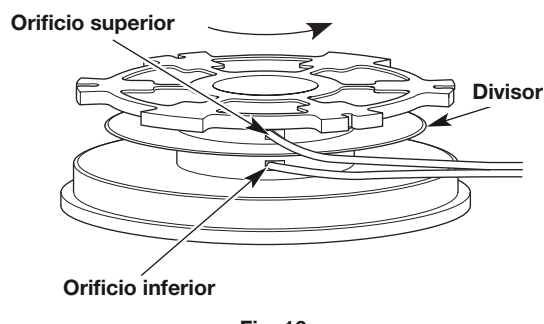

Fig. 16
2. Inserte el lazo en la ranura del divisor (Fig. 16). Enrolle el hilo ajustado en el sentido que se indica en la parte inferior del carrete interior hasta que queden aproximadamente 6 pulgadas (150 mm) de hilo. Mantenga la mitad superior del hilo por encima del divisor y la mitad inferior del hilo por debajo del divisor.
2. Con uno de los extremos divididos, inserte un hilo dentro del orificio superior y otro hilo dentro del orificio inferior del carrete interior (Fig. 16).